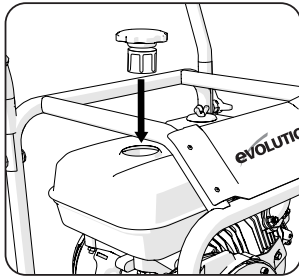

Fig. 23
- Durante il suo riposizionamento, assicurarsi che le 2 aperture sul bordo superiore del filtro si allineino con quelle sul bocchettone di rifornimento del serbatoio. **(Fig. 23)**